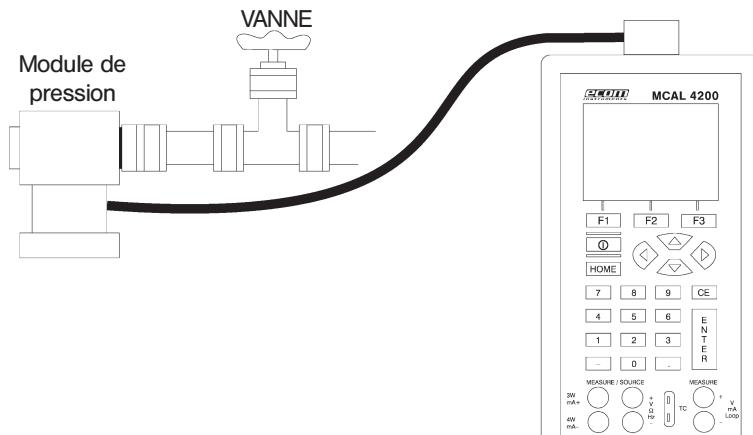

Figure 18.Mesure d'un émetteur de pression ecom logo und name
1. Connecter le module de pression au calibrateur, comme montré sur la figure 18.